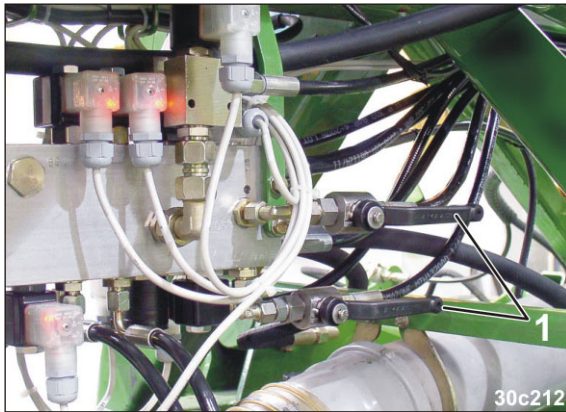

Fig. 242
- o Cirrus 3001 Super (see Fig. 242/1)